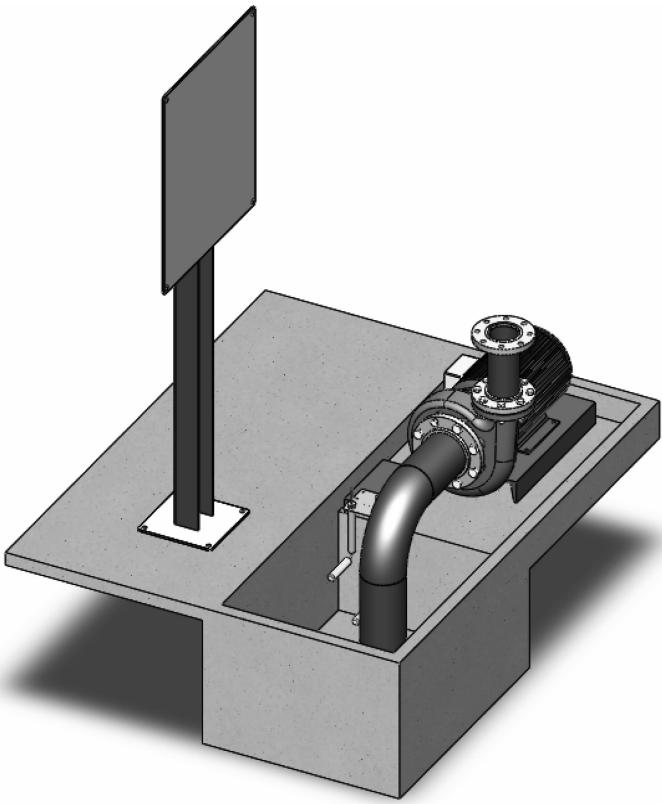

图 10-10 插入已有装配体
**步骤 9 插入已有装配体** 右击【页面 09-Pump】，选择【打开】。单击【插入】/[设备]/[现有装配体]。在插入设备命令中选择【浏览】，找到 Lesson10 \ Case Study \ Pump 文件夹，选择 SUMP PUMP.sldasm，单击【打开】。在【插入设备】命令中勾选【显示旋转关联工具】复选框，选择【旋转装配体 Y】 90°，插入装配体，如图 10-10 所示。